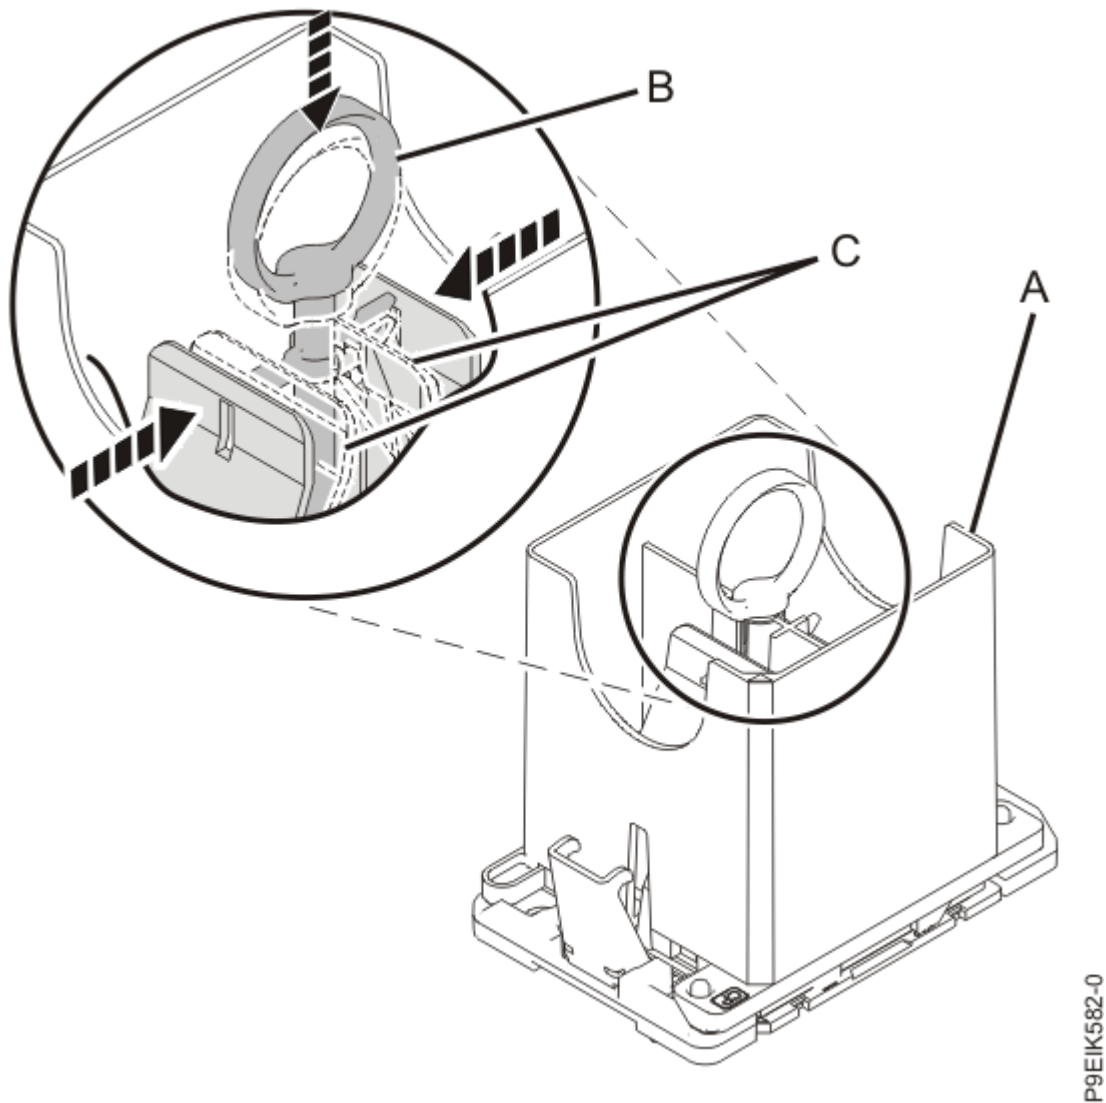

Figure 18. Retrait de l'outil du module de processeur système
- d) Ouvrez les loquets qui maintiennent le module processeur système dans l'outil de retrait fourni (**A**), comme illustré à la Figure 18, à la page 21. Abaissez l'anneau (**B**) tout en appuyant sur les languettes (**C**).